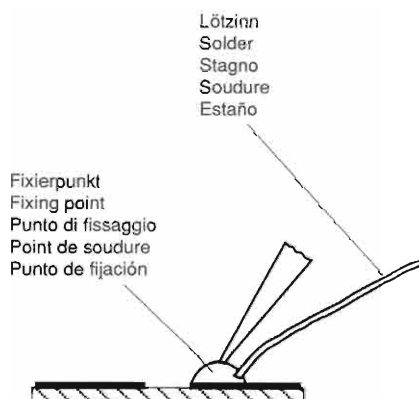

Fig. 3
3. Schritt: Lötspitze von Lötückständen säubern, Lötperle anbringen (Fig. 3).
3. step: Remove possible residues from the soldering point. Then apply a solder bead (Fig. 3).
3. Aspirer les restes de soudure sur le circuit. Poser une pointe de soudure (Fig. 3).
3. Pulire il punto dai residui di saldatura. Applicare una goccia di stagno (Fig. 3).
- Tercer paso: Limpiar el punto de soldadura de residuos de la soldadura anterior. Poner una gota de estaño (Fig. 3).